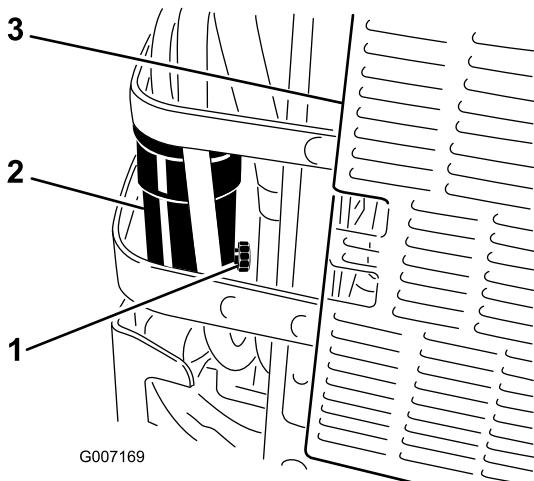

Bild 65
6. Öffnen Sie das Ablassventil am Wasserabscheider um ca. eine Umdrehung, damit das Wasser und andere Verunreinigungen ablaufen können (Bild 65).
7. Schließen Sie das Ablassventil, wenn Diesel austritt (Bild 65).